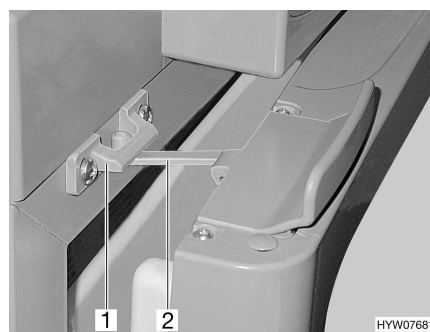

Fig. 95 Puerta del frigorífico en posición de ventilación (Thetford)
- Abrir el bloqueo (Fig. 95,2) y engatillarlo en el alojamiento del bloqueo (Fig. 95,1). De este modo, la puerta del frigorífico quedará ligeramente abierta.